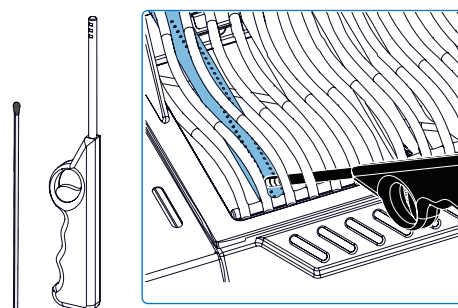

Fig. 8
3. Tournez le bouton du brûleur correspondant dans le sens inverse des aiguilles d'une montre jusqu'à la position HAUT jusqu'à ce qu'il s'allume. **(Fig. 8)**.